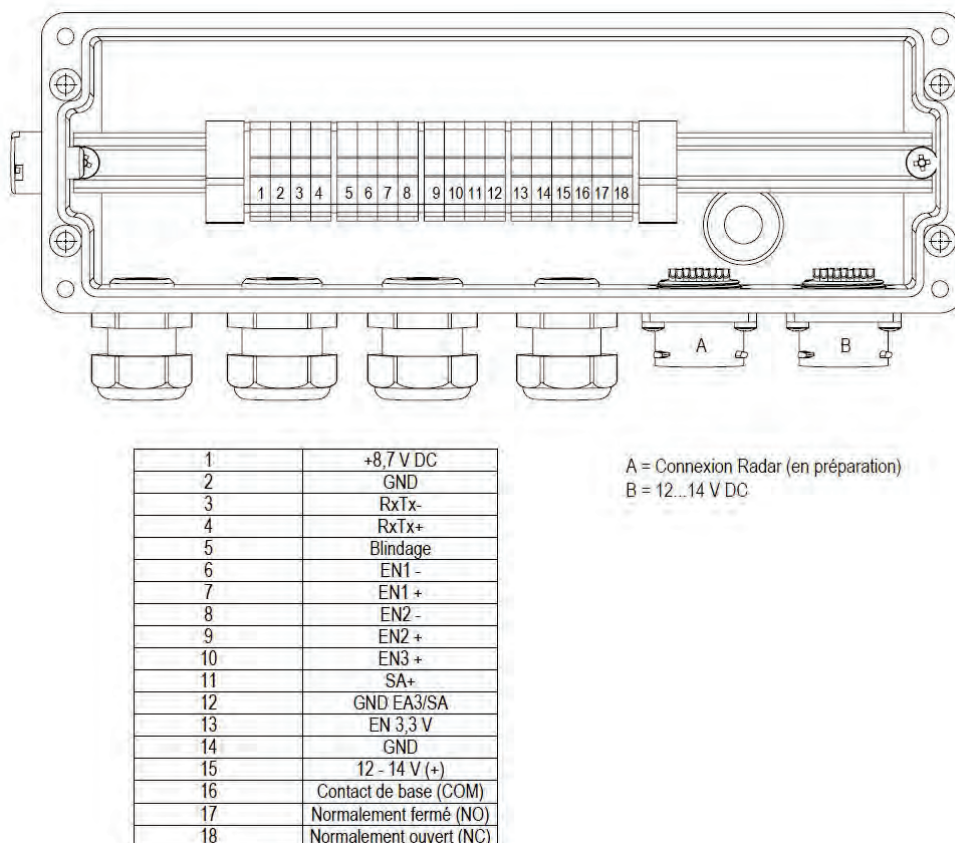

Fig. 26-2 Affectation des bornes connector box
4. Raccordez les capteurs dans la connector box. Voir plan d'affectation des bornes (Fig. 26-2).